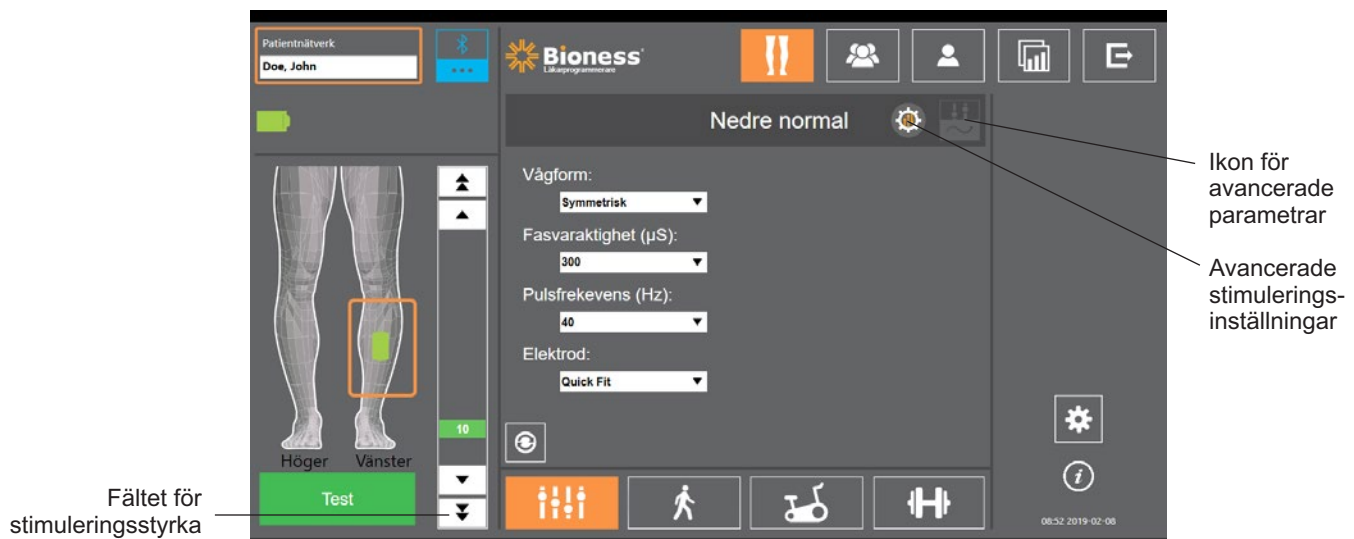
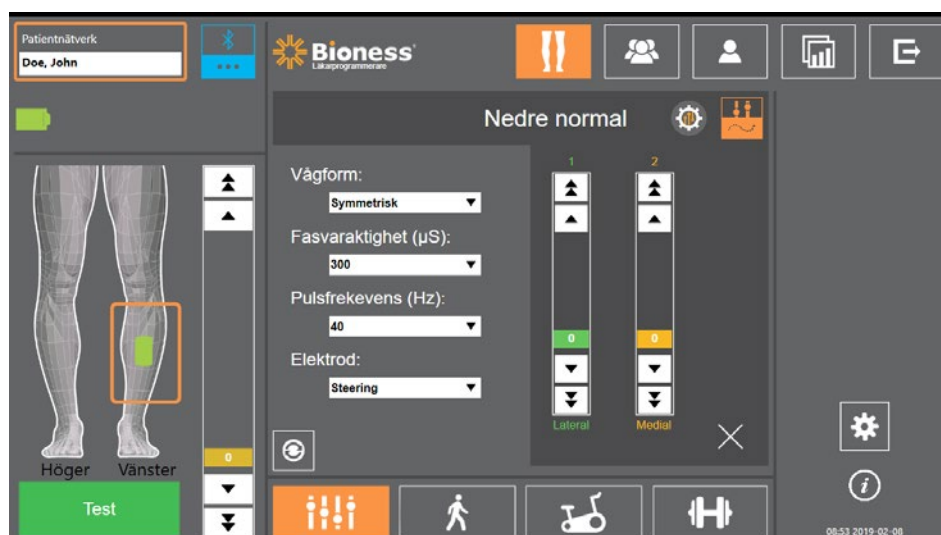

Bild 9-3: Programmera stimulering, parameterskärm
Bild 9-5: Programmera stimulering, parameterskärmen med fönstret för avancerade parametrar
3. Länkade EPG-enheter visas som gröna ikoner på diagrammet till vänster på parameterskärmen. Se bild 9-3.
6. För nya patienter ska stimuleringsstyrkan vara inställd på 0. Se bild 9-3.
- Tryck på ikonen för avancerade stimuleringsinställningar på parameterskärmen för att öppna fönstret med avancerade stimuleringsinställningar. Se bild 9-3 och 9-4.
Om patienten använder styrelektroden måste Styrelektrod vara markerat i den nedrullbara menyn Elektrod, så att ikonen för avancerade parametrar aktiveras. Tryck på ikonen för avancerade parametrar för att öppna fönstret med avancerade parametrar. Se bild 9-3. Sedan kan du justera medial och lateral stimuleringsstyrka för EPG för underbenet. Se bild 9-5.